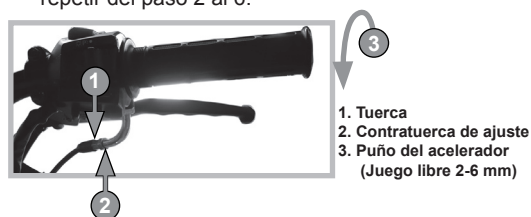

Imagen 25. Ajuste del puño del acelerador.
1. Ubicar la tuerca y la contratuerca de ajuste del acelerador. Ver imagen 25.
4. Revisar que el juego libre del acelerador esté dentro de la especificación, además de que la rotación sea suave desde la posición de cerrado hasta la posición de abierto. Ver imagen 25.